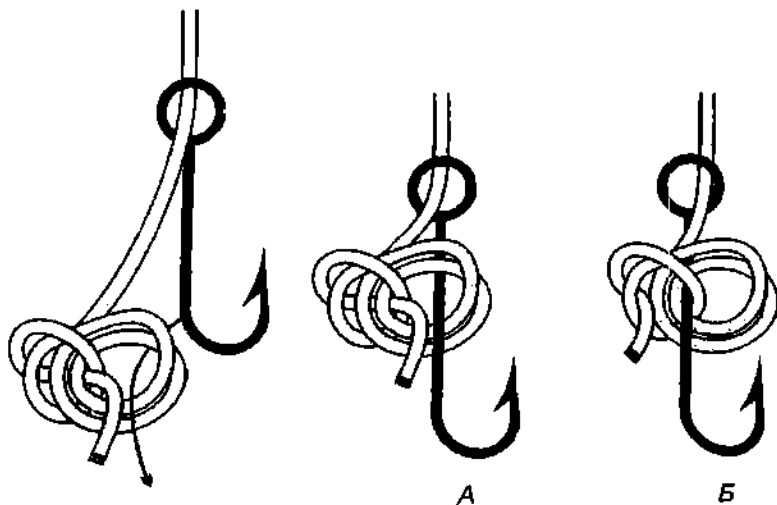

Рис. 734. Два варианта стопорного узла.
**Стопорный узел** крепкий, надёжный и прост в завязывании (рис. 734). После того, как леска пропущена в ушко, на пальце вяжется узел и одевается на цевьё крючка.